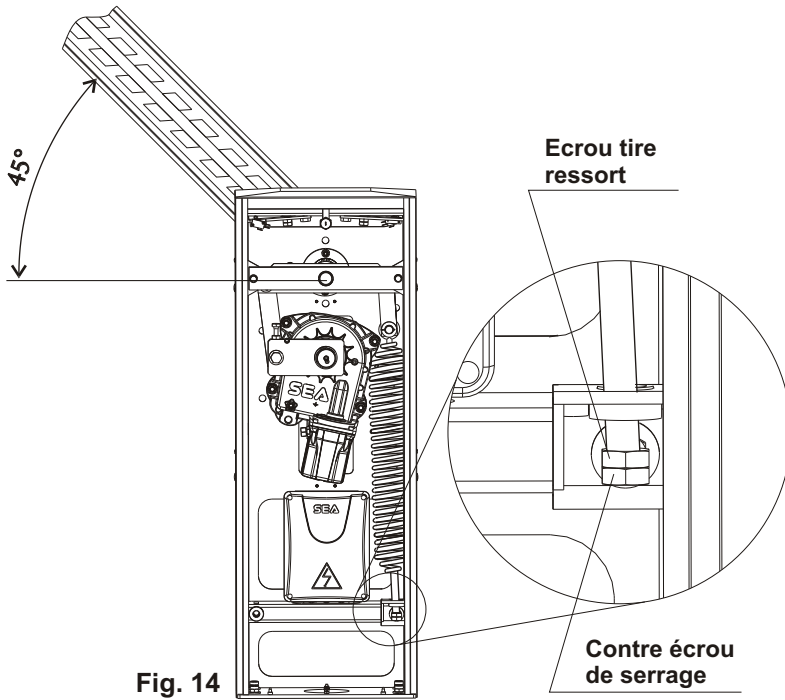

Fig. 14
- Positionner la lisse à 45° et exécuter l'équilibrage avec les écrous de Fig. 14.
- Dévisser ou visser l'écrou de tension du ressort jusqu'à atteindre le point d'équilibrage à 45° (Fig. 14).